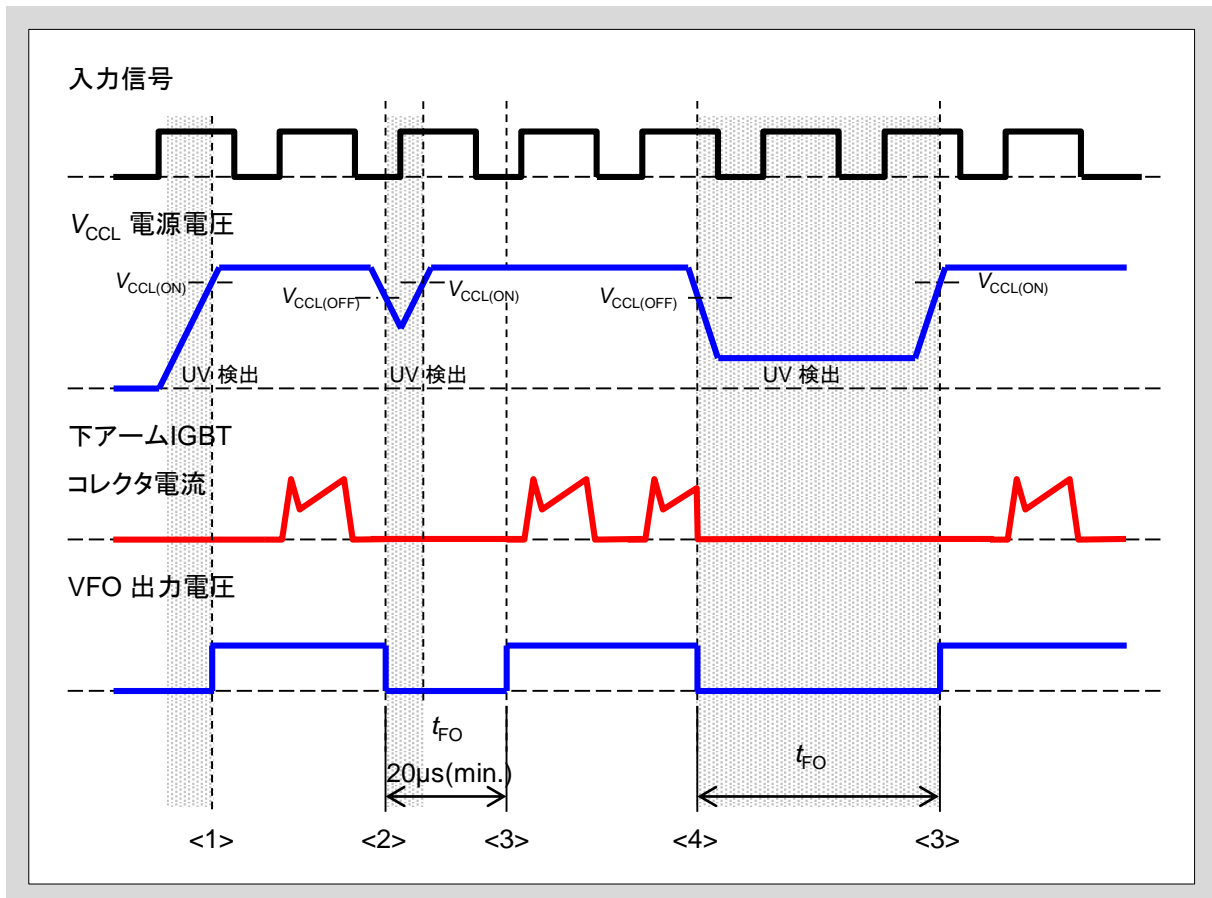
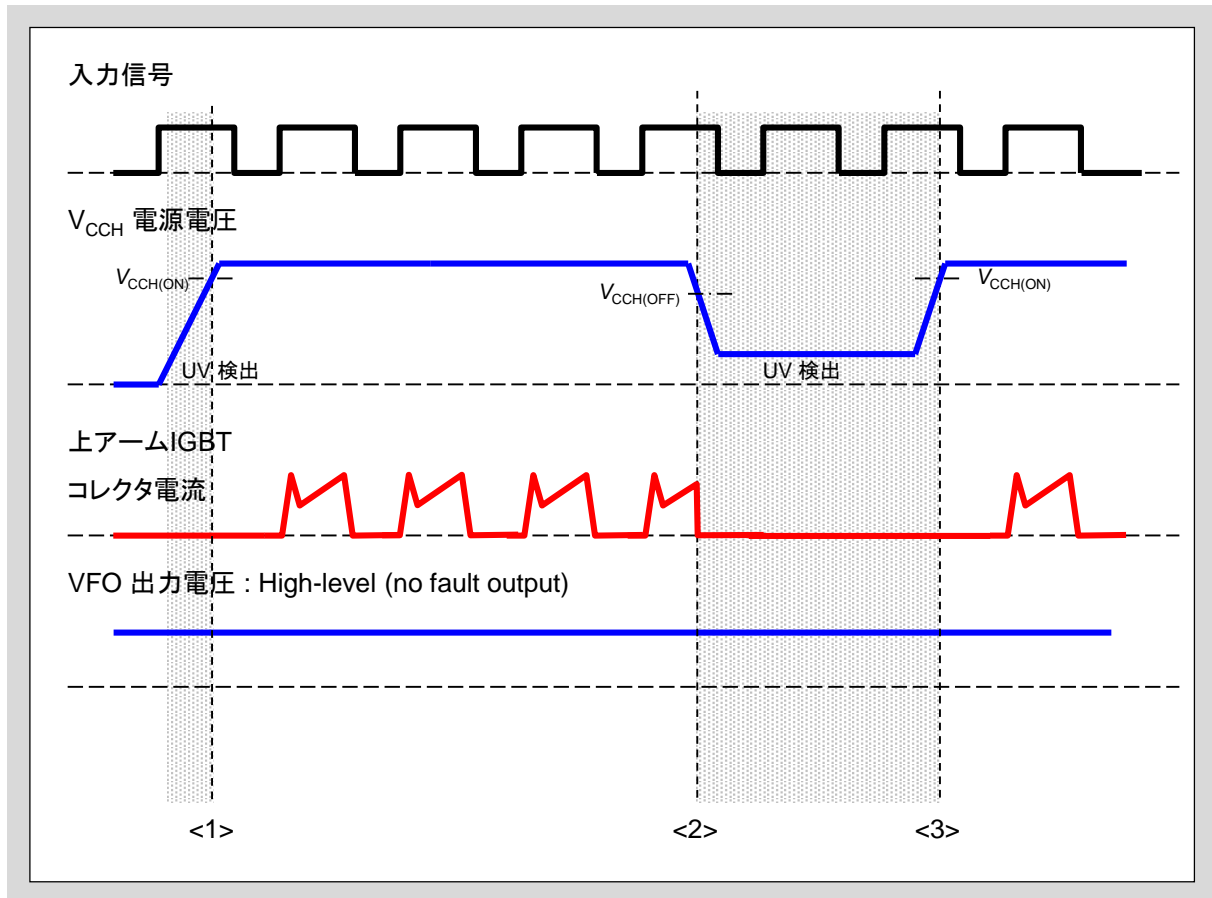

図3-2  $V_{CCL}$  低入力電圧保護動作シーケンス (ローサイド)
図3-3  $V_{CCH}$ 低入力電圧保護動作シーケンス (ハイサイド)
- 図3-2と図3-3に $V_{CCH}$ と $V_{CCL}$ の低入力電圧保護動作のシーケンスを示します。